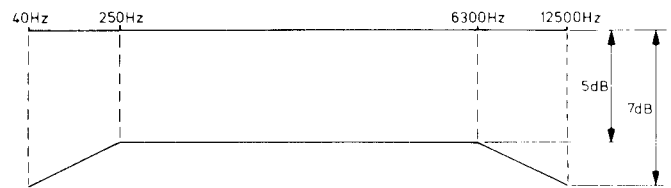

Fig. 5
- Ein 333-Hz-Signal an die DIN-Buchse E106, Punkt 1 (4) führen, so dass die Indikatoren 0 dB anzeigen.
- Die gemachte Aufnahme abspielen und die Werte in einer Graphik wiedergeben. Abb. 5 zeigt, innerhalb welcher Grenzen die Kennlinie liegen muss (Nötigenfalls den Vormagnetisierungsstrom nachstellen).